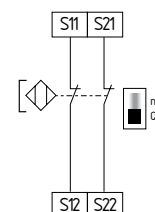

Fig. 15
**Controllo a due canali di interruttori magnetici di sicurezza secondo EN 60947-5-3 (vedere Fig. 15)**